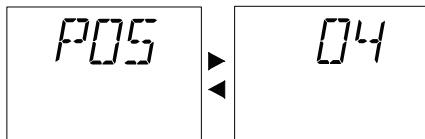

Рисунок 8.10
- На ЖК-дисплее параметр Р05 будет загораться поочередно с цифрой 04 (см. Рисунок 8.10).